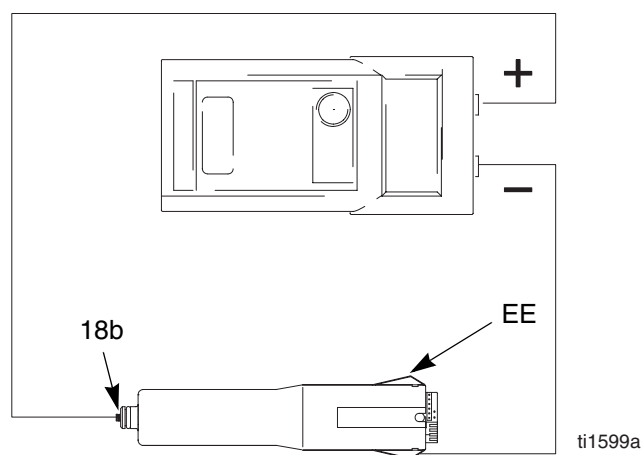

Fig. 18. Test de résistance du générateur électrique
2. Retirer le bloc d'alimentation (18), page 46.
3. Retirer la turbine-alternateur (19) du bloc d'alimentation électrique, page 47.
4. Mesurer la résistance entre les bandes de contact de masse du générateur électrique (EE) et le ressort (18b). Voir FIG. 18.